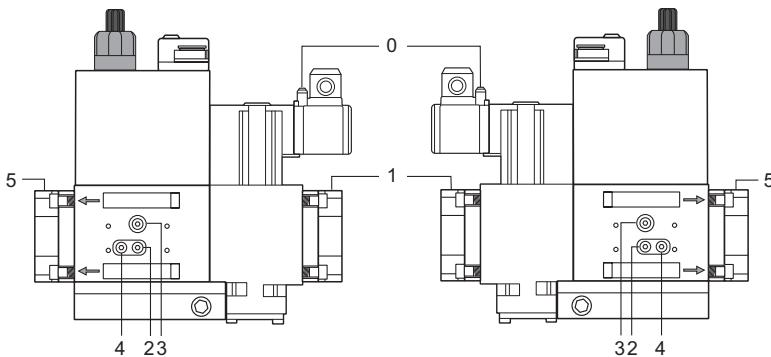
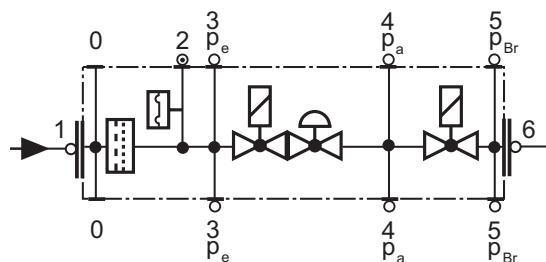

Fig. 26
Fig. 27
- Schimbati filtrul daca diferența de presiune intre prizele 1 si 2 (Fig. 26-Fig. 27) este $\Delta p > 10$ mbar.
- Schimbati filtrul daca diferența de presiune intre prizele 1 si 2 (Fig. 26-Fig. 27) este de doua ori mai mare comparata cu cea de la ultima verificare .